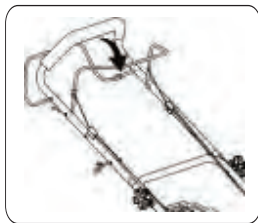

Рис. 16
**ДЛЯ ОСТАНОВКИ ДВИГАТЕЛЯ** (Рис. 16).